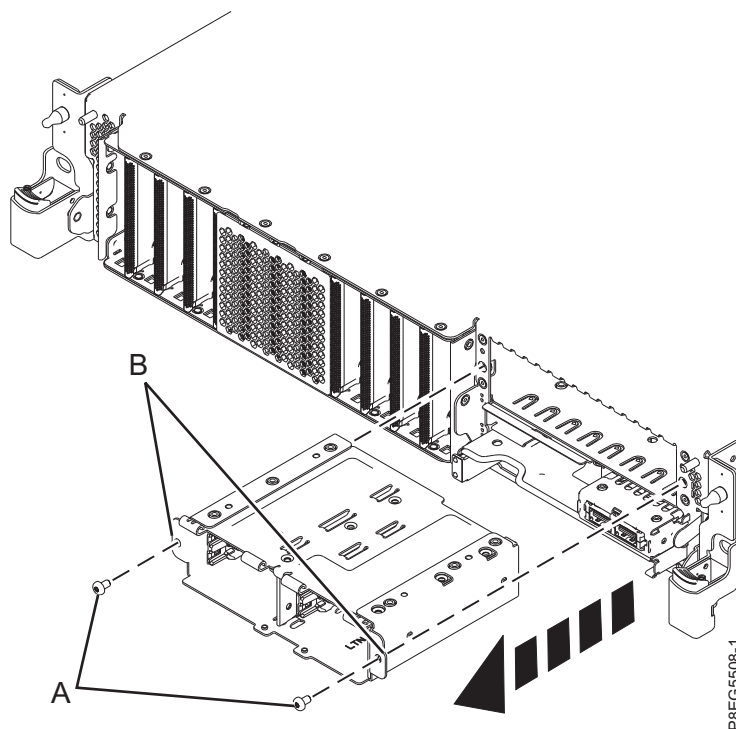

図 13. SSD ケージを部分的に引き出す
15. SSD ケージからねじ (A) を取り外します。SSD をケージ内に完全に挿入された状態にしておきます。取り付けフランジ (B) をつかみ、SSD ケージの背面にあるピンがディスク・ドライブ・バックプレーンの取り外しの邪魔にならないように十分に離れた所まで SSD ケージを引き出します。図 13 を参照してください。